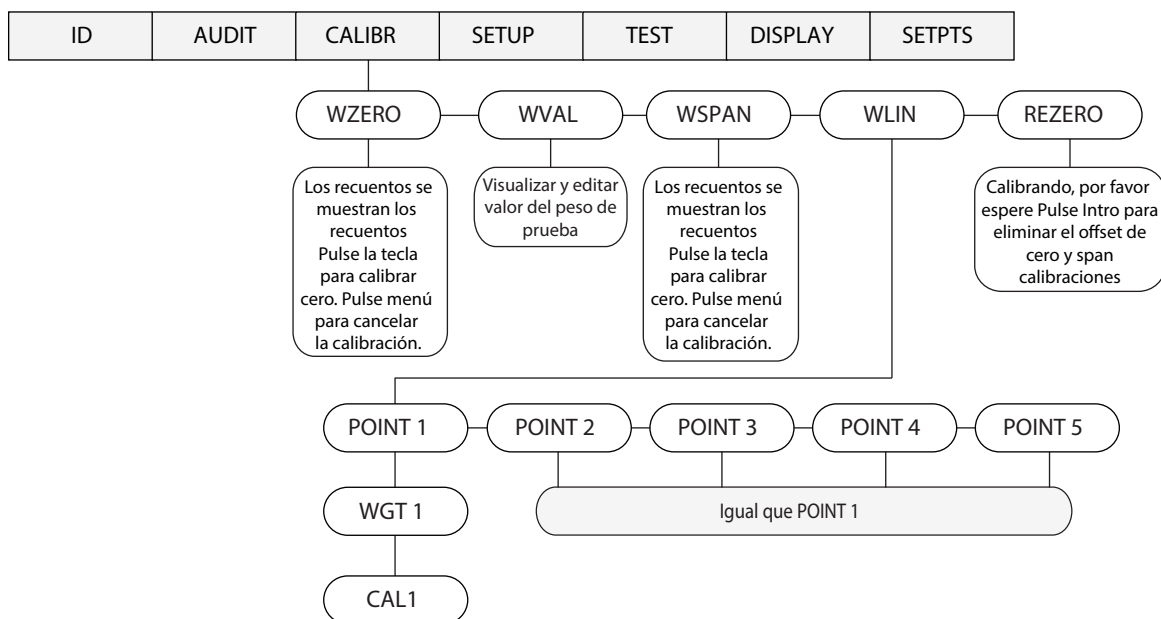

Figura 4-1. Menú de calibración (CALIBR)
**NOTA:** La calibración puede realizarse en dos lugares dentro del menú: el menú **CALIBR** que se muestra en la **Figura 4-1** y el submenú **SCALE** que se muestra en la **Figura 3-7 en la página 35**. El menú **CALIBR** en la **Figura 4-1** es un “acceso rápido” a la calibración. Para una puesta en servicio y calibración en profundidad de la báscula, utilice los menús que se encuentran en **SETUP/CONFIG/SCALE** (**Figura 3-7 en la página 35**) (**PUESTA EN SERVICIO/CONFIG/BÁSCULA**).